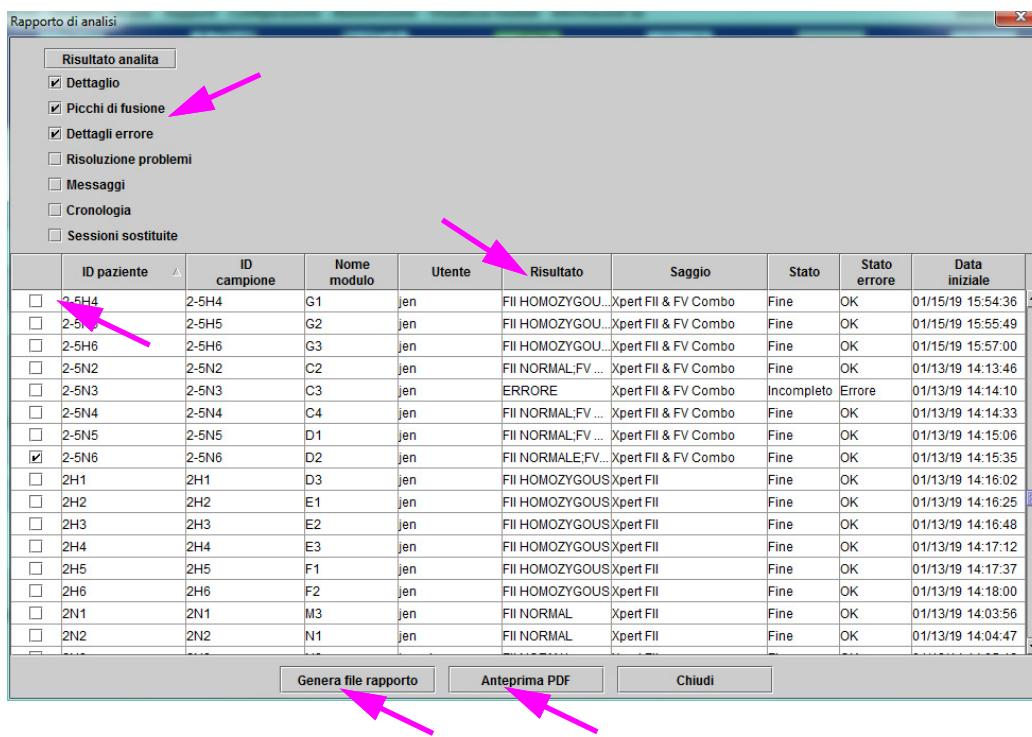

Figura 5-57. Finestra di dialogo **Seleziona le analisi da visualizzare**
- Il pulsante **Risultato analita** consente all'utente di selezionare specifiche informazioni da includere nella sezione Risultato analita del rapporto (vedere Figura 5-57).